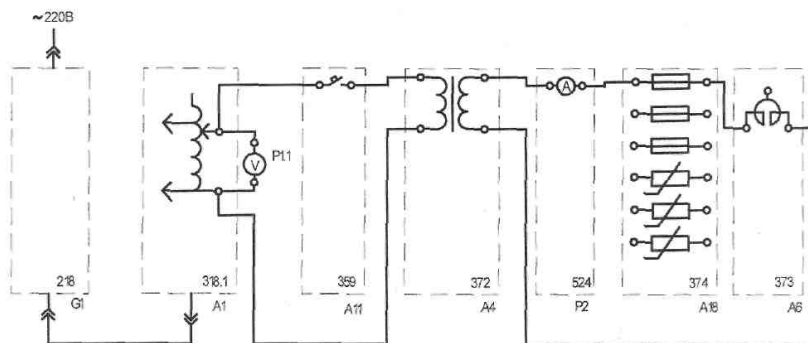

Рис. 7.1. Электрическая схема соединений элементов для снятия времятоковой характеристики предохранителей
2. Электрическая схема соединений представлена на рис. 7.1.